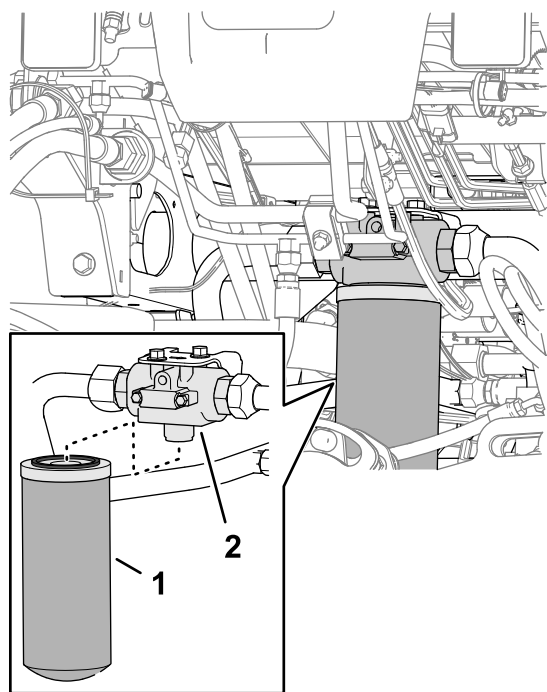

Figura 149
2. En la parte delantera de la máquina, coloque un recipiente de vaciado debajo del filtro de retorno (Figura 149).